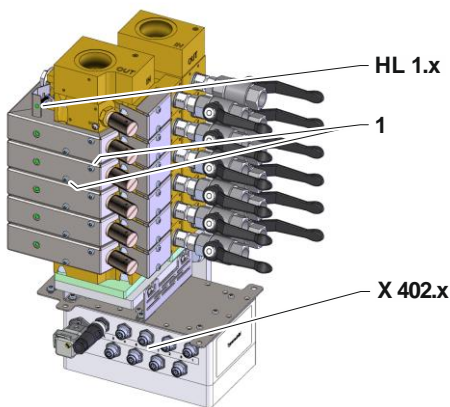

Abb. 1 Flow-5, Bauart Autonom
- Kabelstecker an Steckdose (X 402.x → Abb. 1) bei Auswerteeinheit ausziehen.
- Schrauben (Kennzeichnung 1 → Abb. 1) demontieren und Abdeckung entfernen.
- Glühlampe (→ Abb. 1) demontieren.
- Kabelstecker 8-pol. schliessen und an Steckdose (X 402.x → Abb. 1) anschliessen.
- Neue Glühlampe (HL 1.x → Abb. 1) montieren.
- Abdeckung mit Schrauben (Kennzeichnung 1 → Abb. 1) montieren.